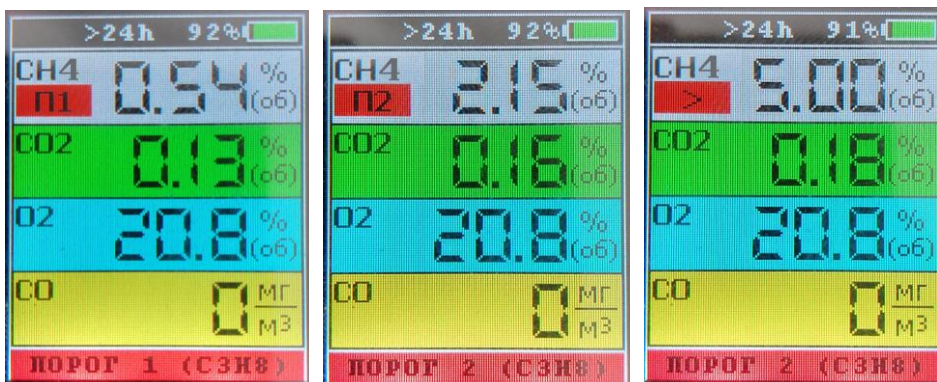

Рисунок 9.4.
9.5 Виды сигнализации при достижении концентрацией установленных порогов сигнализации (рисунок 9.4):